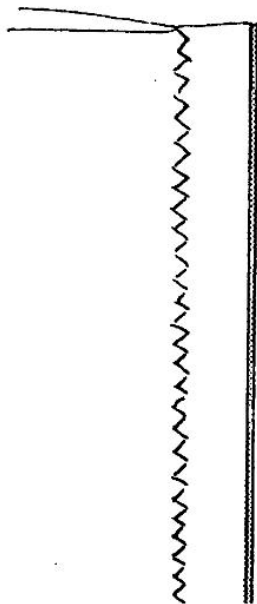

Рис. 101
1. Скрепите детали на желаемом расстоянии от среза узкой зигзагообразной строчкой (Ш,3 — Д,1,5). Выполняя строчку, туго натягивайте ткань (рис. 101).